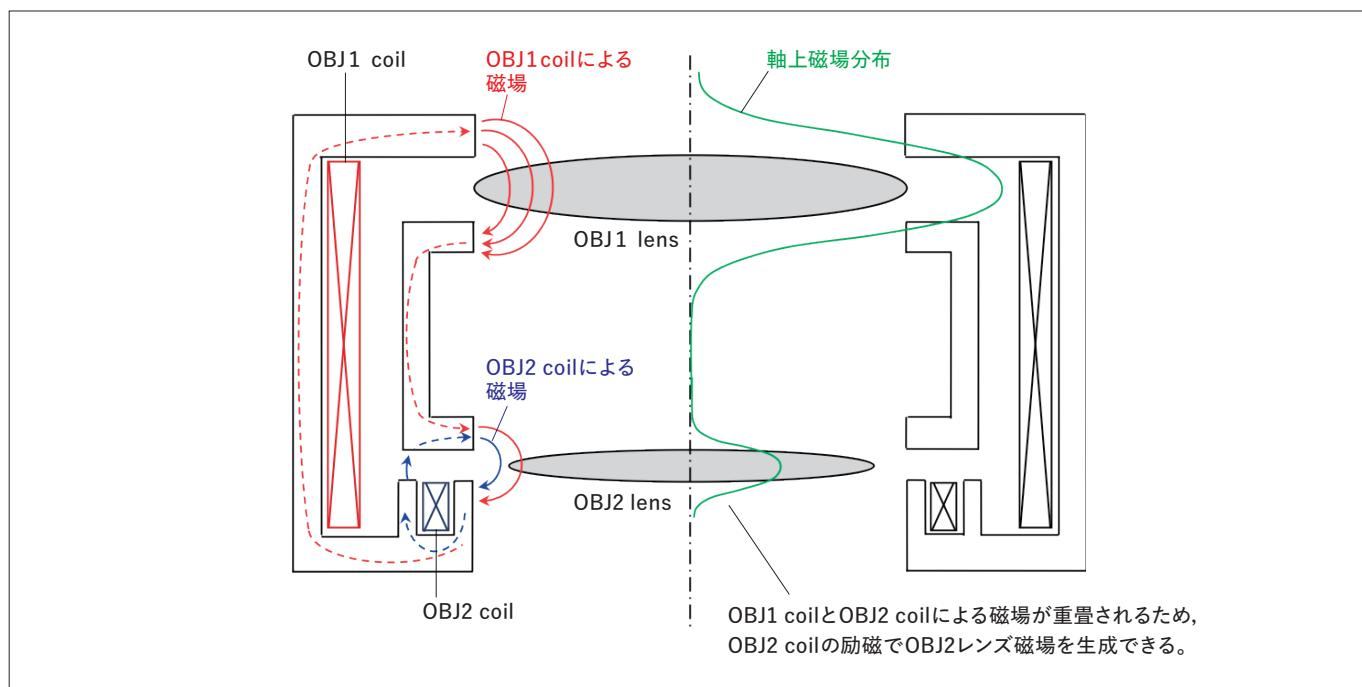

図3 複合対物レンズの模式図
HT7820の対物レンズにおいても、日立独自の複合対物レンズの構成とし、目的に応じて高コントラスト (HC) モード、高分解能 (HR) モードを選択することが可能です⁵⁾。図3に複合対物レンズの模式図を示します。対物レンズを二段とし、対物磁路をダブルギャップ構造としています。OBJ2(下段)レンズ用コイルの極性を切り替えることで、OBJ2レンズのON/OFFを可能とし、長焦点のHCモード、短焦点のHRモードを1台で実現しています。HC/HRモードの切り替えは、コイル極性の切り替えのみのため、コイル電流値は一定で、温度変化による熱ドリフトが生じないという特長もあります。